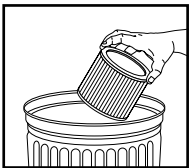

FIGURE 17
24. Pour nettoyer la cartouche filtrante, secouez ou brossez l'excédent de saleté. **FIGURE 17.**